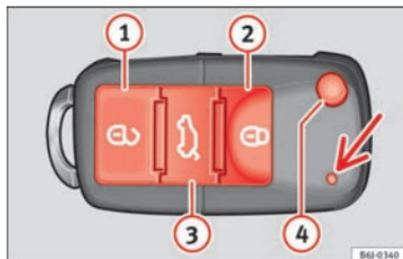

Fig. 59 Teclas de la llave con mando a distancia.
Con la tecla 4 ⇒ fig. 59 del mando, se desbloquea el espadín de la llave.
Desbloqueo del vehículo 1 ⇒ fig. 59 1.
Bloqueo del vehículo 2 ⇒ fig. 59 2.
Desbloqueo del portón trasero. Pulse la tecla 3 ⇒ fig. 59 3 hasta que todos los intermitentes del vehículo parpadeen brevemente. Al pulsar la tecla de desbloqueo 3, dispone de 2 minutos para abrir el portón. Una vez transcurrido este tiempo se bloqueará de nuevo.
Además, el testigo de la pila de la llave ⇒ fig. 59 (flecha), parpadea.
Pulsando una vez la tecla 1 ⇒ fig. 59 1, se abrirá sólo la puerta del conductor, permaneciendo el resto cerradas.
Pulsando dos veces la tecla 1 ⇒ fig. 59 1, se desbloquearán todas las puertas.
- Pulse la tecla  ⇒ fig. 59 del mando a distancia.